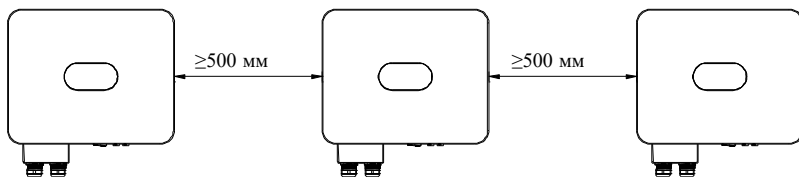

Рис. 4.5 Установка инверторов в ряд
(3) При установке нескольких инверторов оставляйте определенное расстояние между инверторами и сверху и снизу от них (см. рис. 4.5), чтобы обеспечить рассеивание тепла.